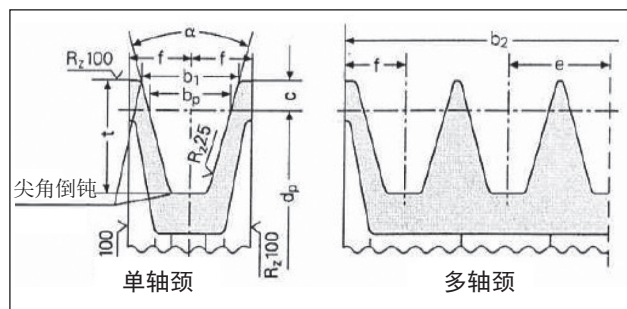

图8
- a) 使用皮带制造商说明/建议轴颈尺寸的V型皮带用皮带轮。如没有指示说明，请出参阅图8和图9的表格。